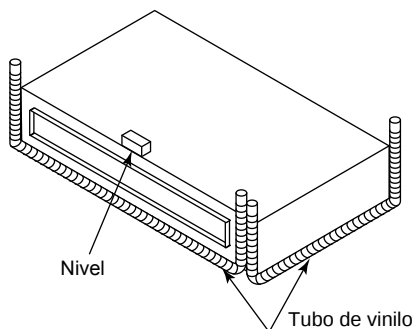

Fig. 3-81
- (4) Ajuste la altura de la unidad.
- (5) Compruebe que la unidad está nivelada de forma horizontal.
- Asegúrese de que la unidad se instala nivelada utilizando un nivel o un tubo de plástico lleno de agua. Si utiliza un tubo de plástico en vez de un nivel, ajuste la superficie superior de la unidad a la superficie del agua en ambos lados del tubo de plástico y ajuste la unidad de forma horizontal. (Hay que controlar de forma especial si la unidad se instala de manera que la pendiente no esté en la dirección del tubo de drenaje, ya que puede provocar fugas). (Fig. 3-81)